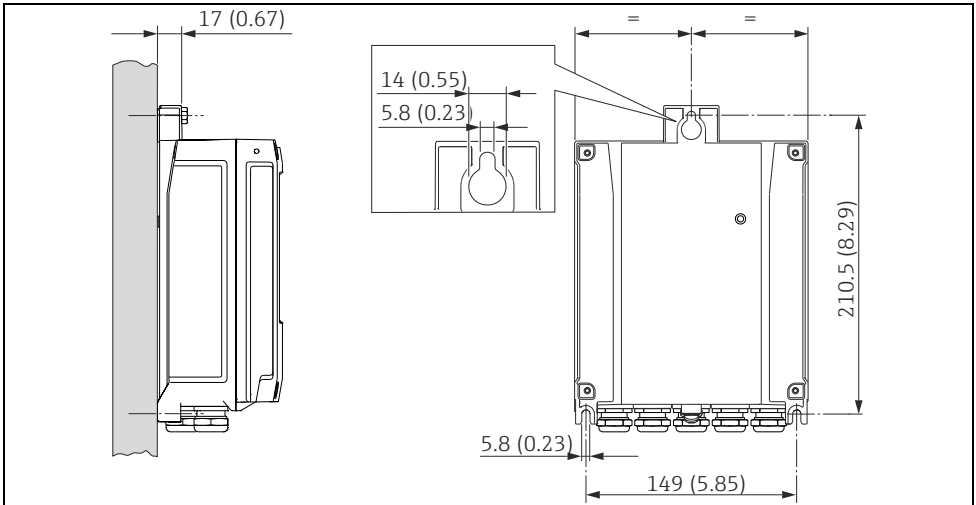

Abb. 1: 1. Bohrlöcher bohren. 2. Dübel in Bohrlöcher einsetzen. 3. Befestigungsschrauben leicht einschrauben.
Vorgehen wie in Kapitel 8.1 und 8.2 Bild 1 - 11.
- Sicherstellen, dass der Stecker des Messverstärkers (Bild 6 unten) richtig eingesteckt ist. Ist beim bestehenden Messumformer ein Anschlussprint (wie in Bild 4) vorhanden, muss dieser in den neuen Messumformer eingebaut werden. Weil der Anschlussprint den S-DAT beinhaltet mit allen Sensor relevanten Daten. In diesem Fall muss der Jumper, wie gezeigt (Bild 1 unten) entfernt werden.